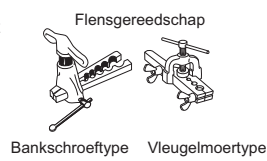
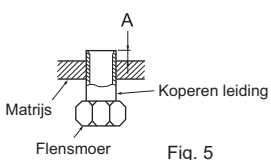

Fig. 4
Fig. 5
- 5) Duw de afvoerslang helemaal in de afvoeropening aan de rechterachterkant van de binnenunit. (Fig. 4)
- 6) Steek de afvoerslang door huls (C) in het muurgat, en haak het bovendeel van de binnenunit vast op de installatieplaat (1). Verplaats de binnenunit vervolgens helemaal naar links zodat de leidingen makkelijker achter in de unit kunnen worden geplaatst.
- 7) Snijd een stuk karton uit de verpakkingendoos, rol het op, haak het vast aan de rib op de achterkant en gebruik het als afstandbeugel om de binnenunit op te tillen. (Fig. 5)
- 8) Sluit de koelmiddelleiding aan met de verlengleiding (B).
- 9) Druk de onderkant van de binnenunit vast op de installatieplaat (1).
- 4) Afdichting (Fig. 4, 5). Draai de koperen leiding volgens de in de tabel getoonde waarden stevig vast. Selecteer A mm uit de tabel volgens het gereedschap dat u gebruikt.